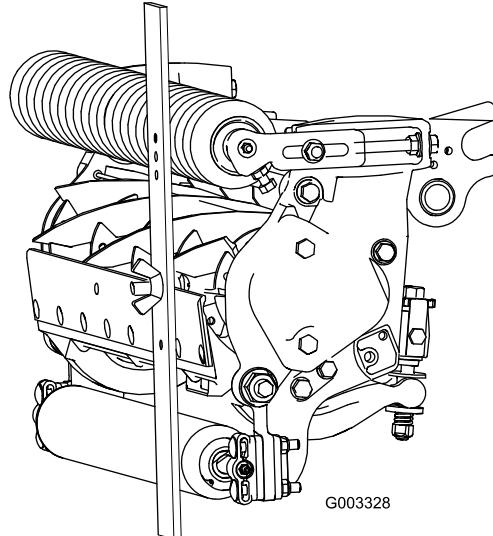

Figura 21
- Aggiacciate la testa della vite sul tagliente della controlama e appoggiate l'estremità posteriore della barra sul rullo posteriore (Figura 21).
- Ruotate la vite di regolazione finché il rullo anteriore non toccherà la barra di riferimento (Figura 21).